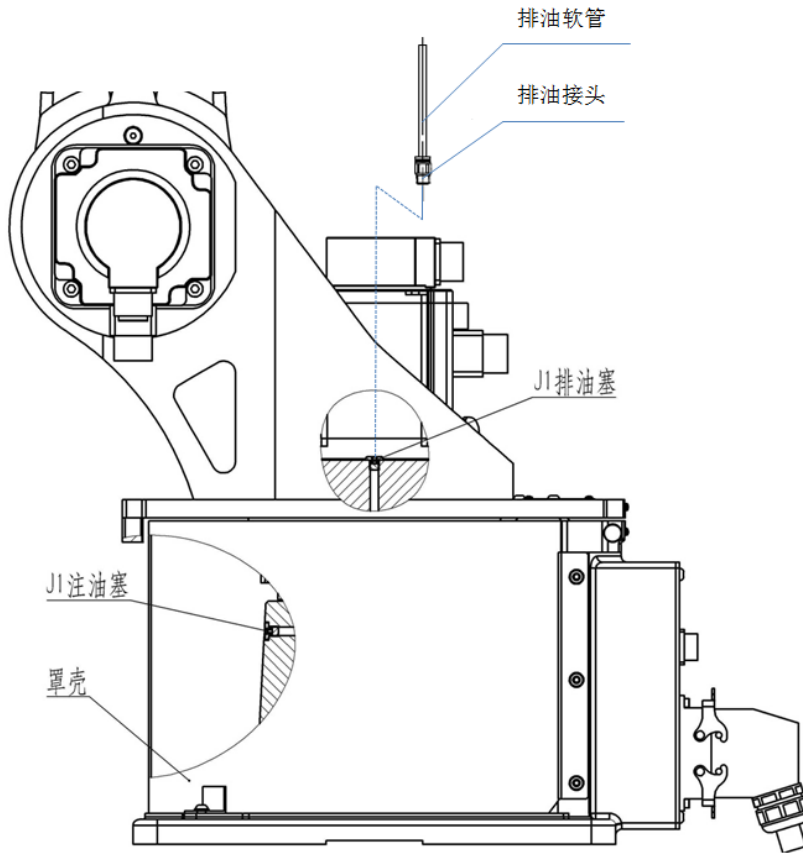
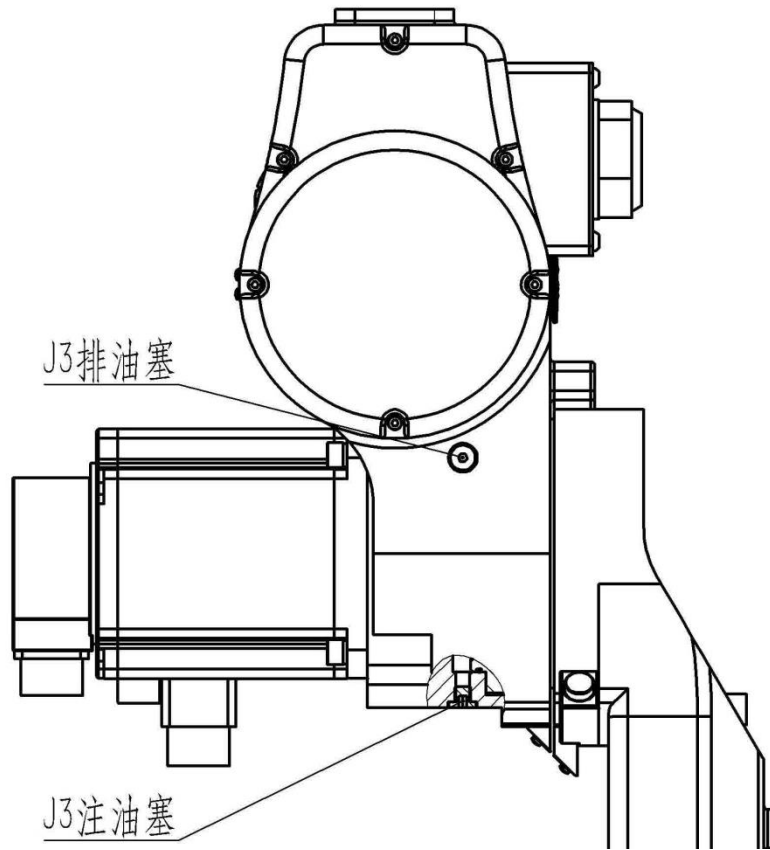

图 3-1 更换润滑油，J1 轴减速机
图 3-3 更换润滑油，J3 轴减速机
- 3) 移去润滑油供排口的 M8 内六角螺塞 (M8×1)，见图 3-1~图 3-3。